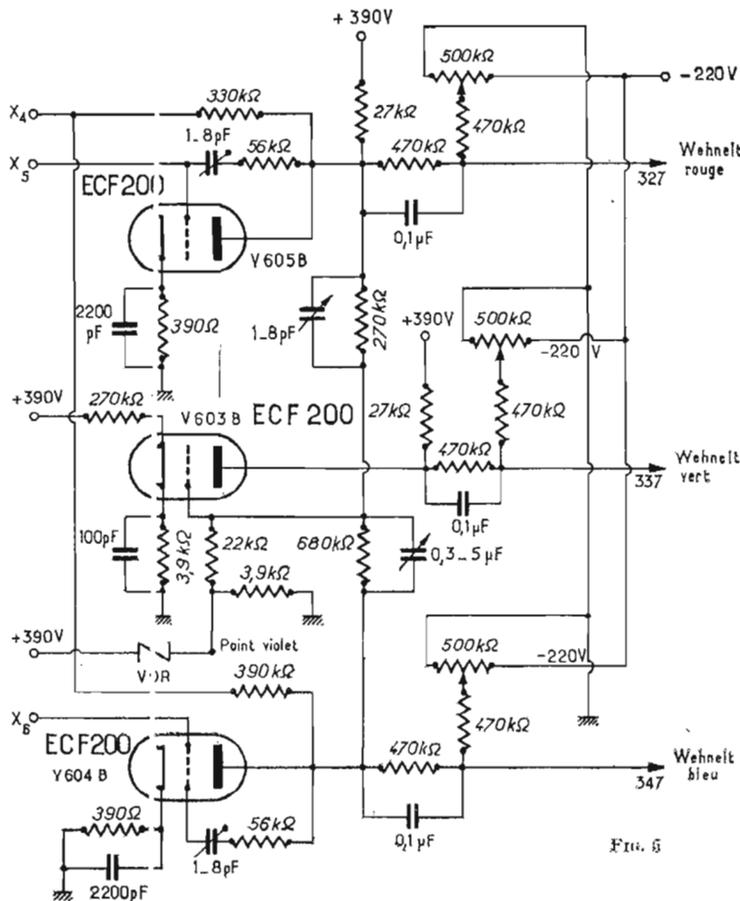

FIG. 5
Le signal VF obtenu à la sortie X5 du discriminateur est alors transmis à l'amplificatrice VF (voir figure 5 à partir du point X5) à lampe triode V605B dont le circuit de plaque fournit ce signal amplifié VF différence R - Y appliqué au wehnelt « rouge » (point 327). Le canal HF-discriminateur-VF « bleu » est identique en tant que schéma au canal « rouge » sauf les différences très importantes suivantes :
Grâce à l'inversion des diodes, on obtient finalement (voir fig. 5) un signal R - Y à la sortie du discriminateur « rouge » et un signal B - Y à la sortie du discriminateur « bleu ».
5. — Si l'on constate des déformations de modulation à l'émission, elles ne peuvent être dues qu'à des signaux trop importants issus du haut-parleur utilisé en microphone. Le remède a déjà été indiqué sur la figure 5 (page 78). Si cela était toujours insuffisant, il faudrait encore augmenter la valeur de la résistance en série (33 Ω) et diminuer celle de la résistance en parallèle (10 Ω).